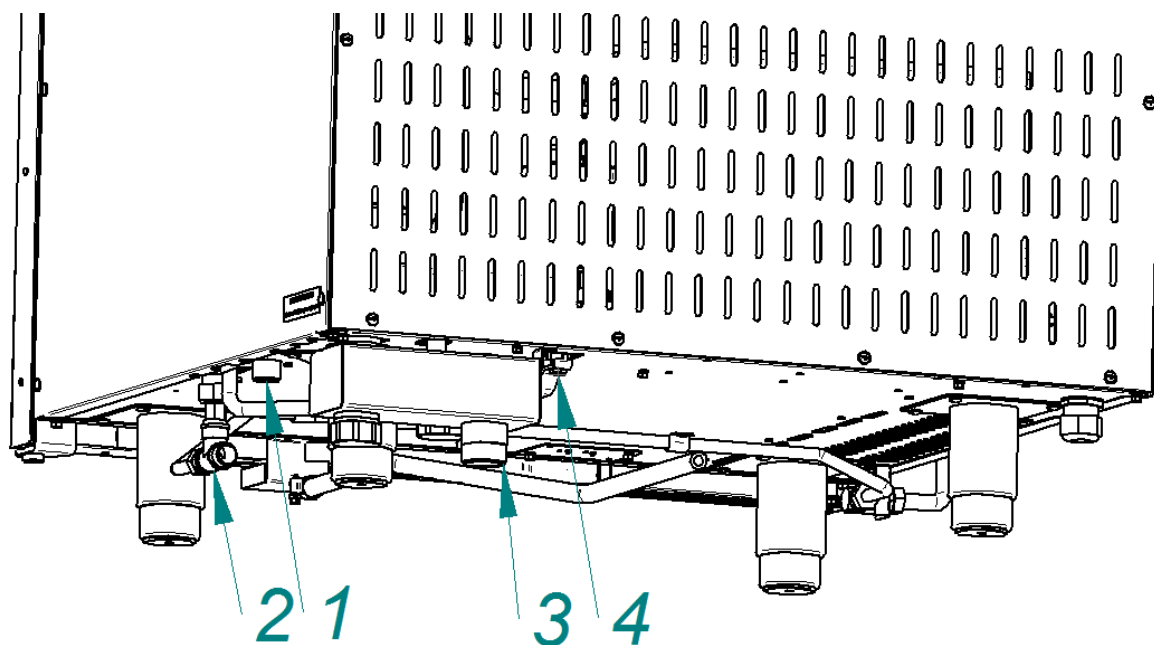

Рис. 4. Подключение к системе водоснабжения
- G3/4 (см. рис. 4 поз. 1 (наружная резьба)) – бойлер. Воду подвести только через систему фильтрации;
- G1/2" (см. рис. 4 поз. 2 (наружная резьба)) – душевому устройству и охлаждение коллектора. Допускается подключать к не фильтрованной воде
- подключить пароконвектомат к системе канализации, используя шланг, входящий в комплект поставки - подключение через штуцер с резьбой G1 1/4" рис. 4 поз. 3. К канализационной сети следует предусматривать присоединение с разрывом струи не менее 20 мм. от верха приемной воронки (СНиП 2.04. 01-85 п. 17.11. см. рис. 11).